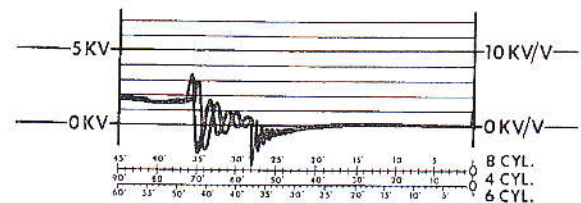
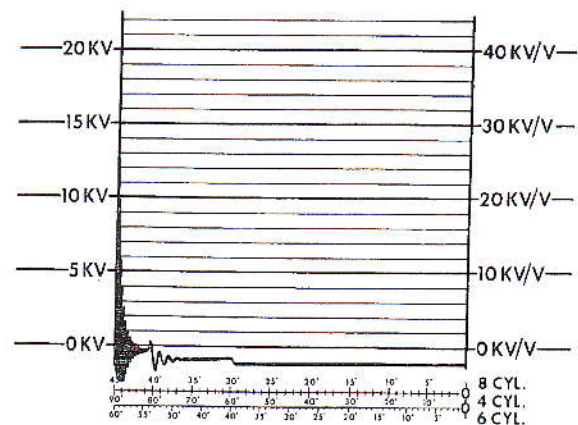

Bild 1
Bild 2
1. Stellen Sie den Zündkreiswahlschalter auf die gewünschte Stellung. Sekundärbild siehe Bild 1, Primärbild siehe Bild 2.